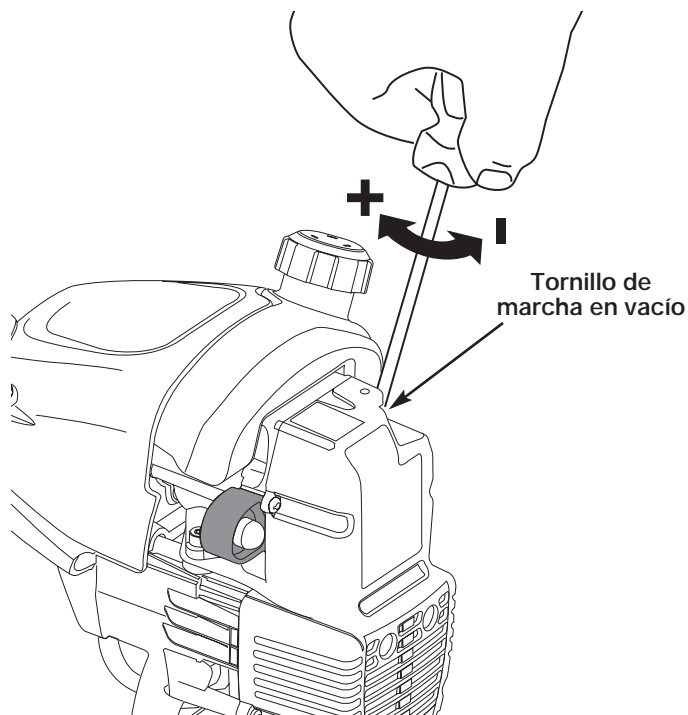

Fig. 41
La velocidad lenta del motor puede ser ajustada por la cubierta del silenciador / filtro de aire (Fig. 41).
2. Suelte el gatillo del regulador y deje que el motor funcione en marcha lenta. Si el motor se para, inserte un pequeño destornillador Phillips o de vástago plano en el orificio de la cubierta del silenciador / filtro de aire (Fig. 41). Gire el tornillo de marcha lenta en sentido horario, de a 1/8 de vuelta por vez (según sea necesario) hasta que el motor funciona en mínima.